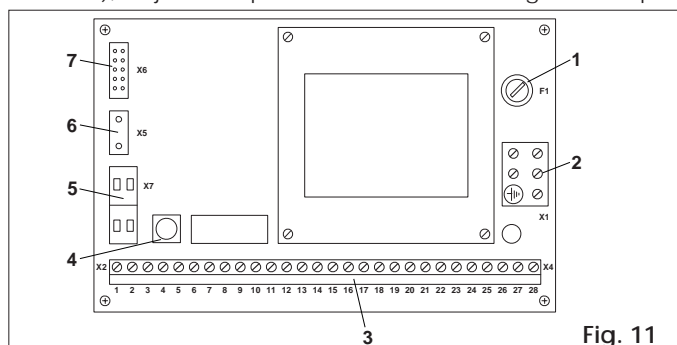

Fig. 11
**N.B.:** Pour répéter le processus d'initialisation, appuyer sur le bouton-poussoir de remise à zéro (RESET) (fig. 11-rep. 4) pendant plus de 4 s.
## 6. PLATINE ÉLECTRONIQUE DE COMMANDE 960 MP (Fig. 11)